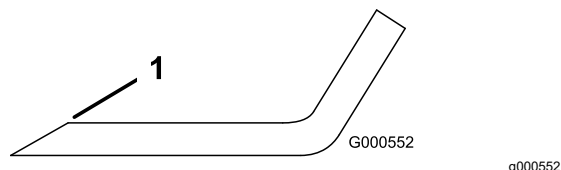

Figura 62
1. Utilice una lima para afilar el filo de corte en ambos extremos de la cuchilla (Figura 62).
Nota: Si la cuchilla no está equilibrada, rebaje algo del metal en la parte de la vela solamente (Figura 62).